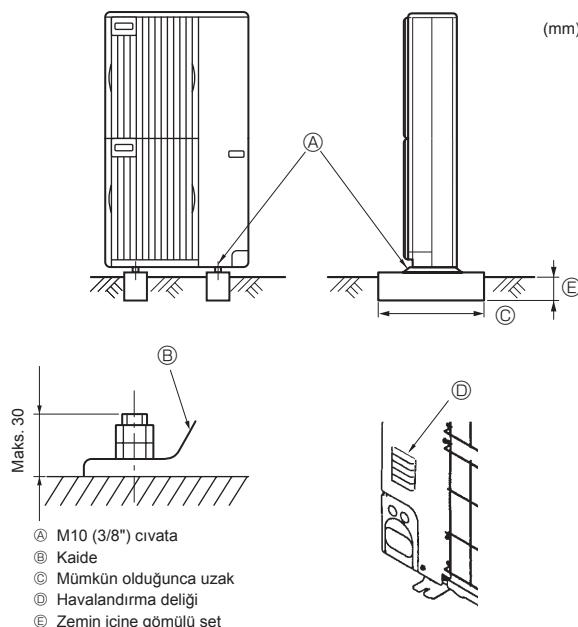

Fig. 3-1
- Ünenin çalışması sırasında gürültü yapmaması için üniteni mutlaka sağlam ve düz bir yüzeye monte edin. (Fig. 3-1)